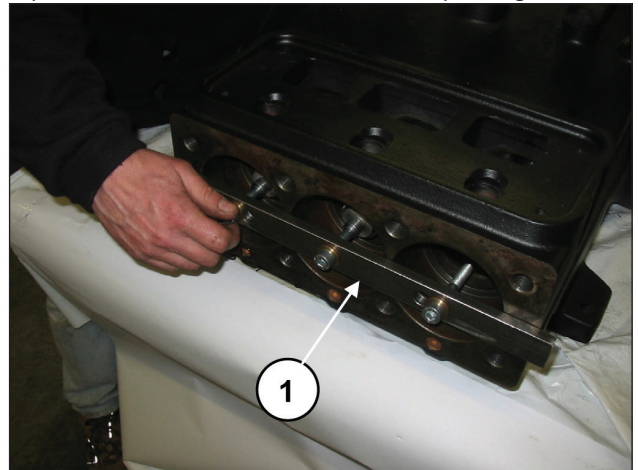

Fig. 26
Pousser à fond les demi-bielles dans la direction de la partie hydraulique pour faire sortir le vilebrequin. Pour faciliter l'opération, utiliser l'outil (réf. 27566200), (rep. ①, Fig. 26).